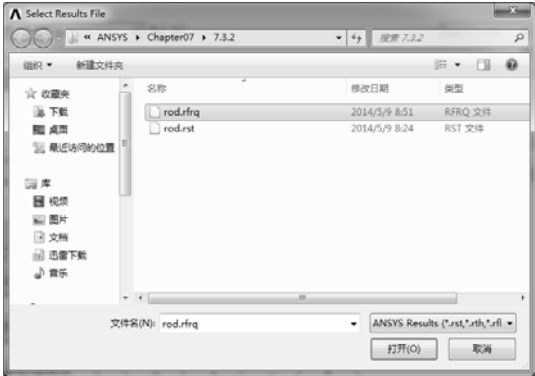

图 7-161 “Select Results File”对话框
2) 选择“File>Open Results”命令，弹出“Select Results File”对话框，选择结果文件“rod.rfrq”，如图 7-161 所示。单击“打开”按钮读入结果文件并关闭对话框。